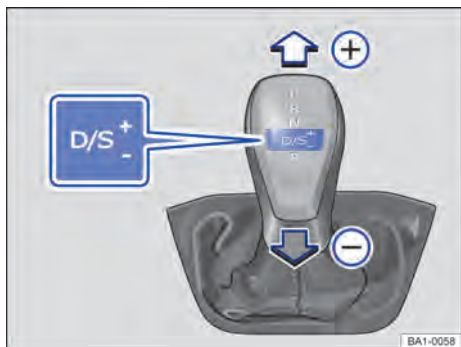

Fig. 89 Palanca selectora en la posición Tiptronic.
- Mover la palanca selectora hacia adelante (+) o hacia atrás (-) para aumentar o disminuir la marcha → fig. 89.